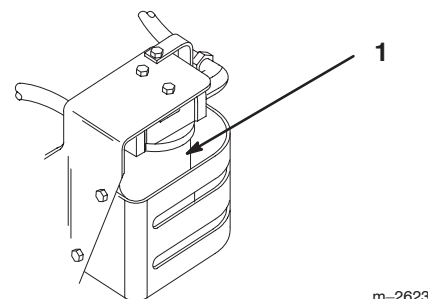

Bild 32
2. Stellen Sie ein Auffanggefäß unter den Filter, bauen Sie den alten Filter aus und wischen Sie die Dichtungsfläche des Filterstutzens ab (Bild 32).